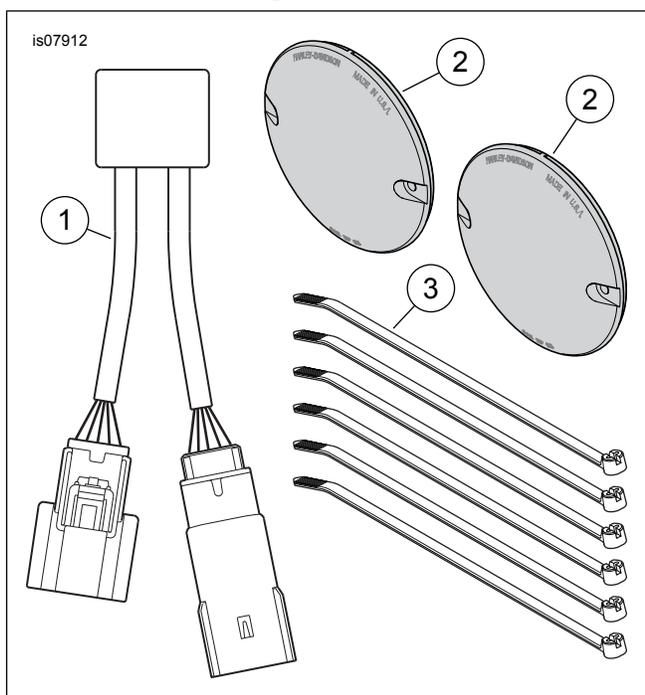

Figure 2. Pièces de rechange, kit de conversion de feu de frein/marche/feu de direction auxiliaire
Voir Figure 2 et Tableau 1.
2. Voir Figure 2. Prendre le module de feu de direction (1) dans le kit. Appairer les connecteurs du module aux connecteurs de l'étape 1. Faire cliquer en place.
3. Utiliser des serre-câbles (3) du kit pour attacher le module, le connecteur et le câblage dans l'espace sous la selle.
5. Voir Figure 2. Prendre l'un des diffuseurs de feu de direction rouges (2) du kit. Poser le diffuseur rouge dans le logement du feu de direction arrière. Le fixer avec les vis d'origine. Bien serrer. Répéter pour l'autre diffuseur.